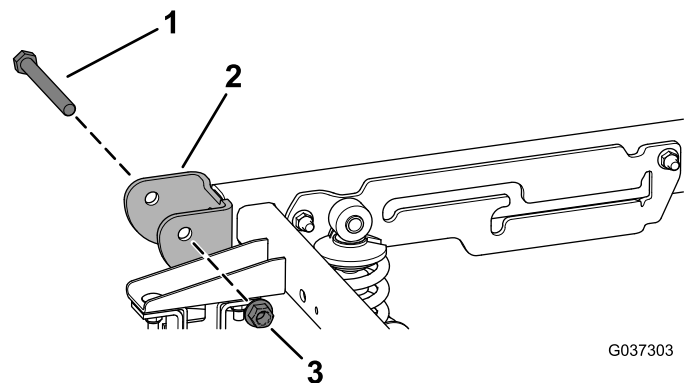

图 4
5. 从机器后部的枢轴支架拧下 2 个枢轴螺栓 1/2 x 4 1/2 英寸和 2 个锁紧螺母 1/2 英寸 图 4。